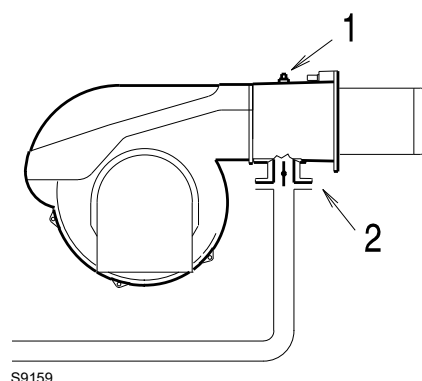

Fig. 33
Presiunea gazului măsurată la ieșirea 1)(Fig. 33), cu
- gazul de accelerație la deschiderea maximă (90°) ca în Fig. 33;
Căderea de presiune a supapei fluture de gaz 2)(Fig. 33) cu deschidere maximă: 90°.
- scădeți presiunea din camera de ardere din presiunea gazului la orificiul 1)(Fig. 33).
Presiunea gazului la racordul 1)(Fig. 33) = 13,4 mbar
Pentru a afla presiunea de gaz necesară la racordul 1)(Fig. 33), setați puterea maximă de modulare la care doriți să funcționeze arzătorul:
- Citiți în dreapta, coloana 1, presiunea la robinetul 1)(Fig. 33).
presiunea necesară la racordul 1)(Fig. 33).